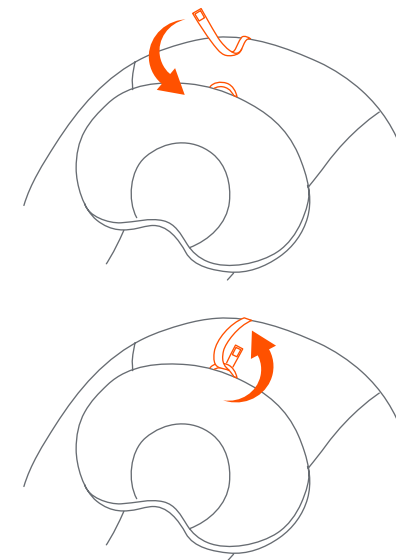

Fig. 13
- 13) • To hook the Headrest to the Bouncer, use the adjustable hook and loop strap. Thread it from front to back through the headrest hoop. To adjust detach and attach the hook and place it at your desired height (Fig. 13).
• Para fijar el apoyacabeza al rebotador, use el gancho ajustable y la correa en forma de argolla. Enhébrelo de adelante hacia atrás pasando en medio de la argolla del apoyacabeza. Para ajustarlo debe quitar y volver a poner el gancho y colocarlo a la altura deseada (Fig. 13).